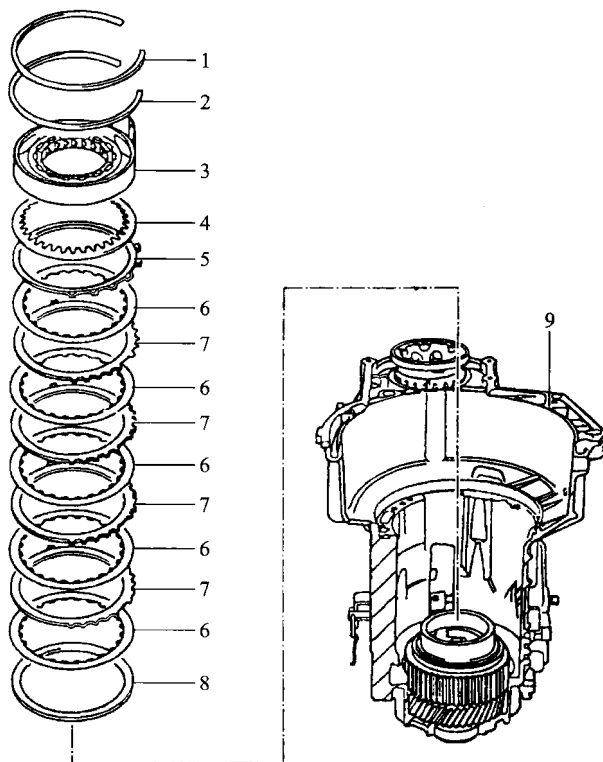

图 5-24 取出倒挡制动器 B_1 的摩擦片
(17) 取出倒挡制动器 B_1 的摩擦片,如图 5-24 所示。
倒挡制动器 B_I 的零件分解图如图 5-24 所示。